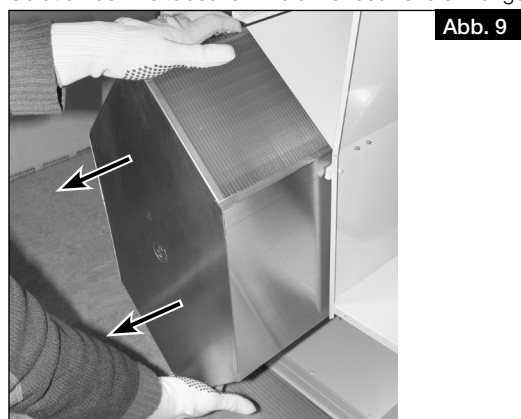

Abb. 9
2. Zur Reduzierung des Gewichtes den Wärmetauscher aus dem Gerät entnehmen (s. Abb. 9).